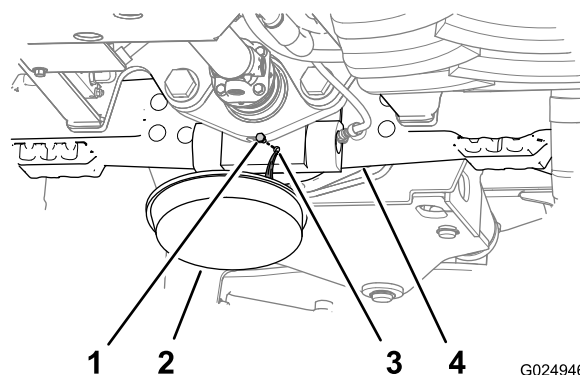
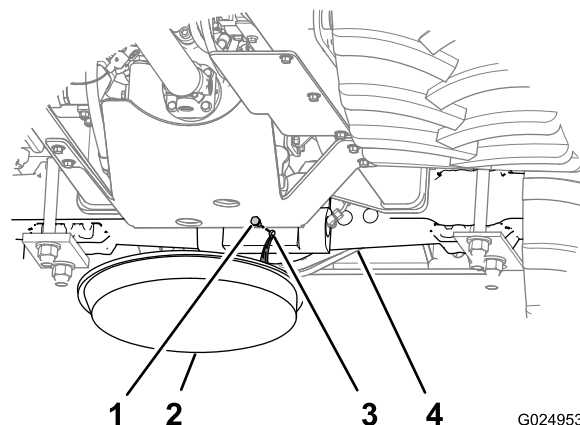

Figure 93
Figure 94
- Placez un bac de vidange sous le carter des pignons de pont (Figure 93 et Figure 94).
- Enlevez les bouchons de l'orifice de contrôle et de l'orifice de vidange des carters de pignons des ponts (Figure 93 et Figure 94).